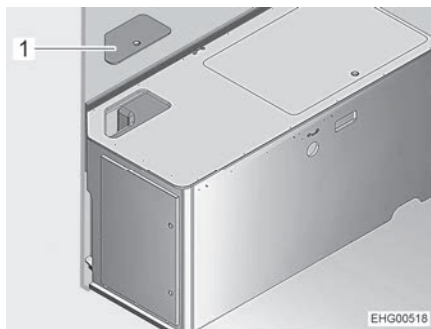

Fig. 126 Cassone letto a sinistra
- Rimuovere il coperchio di servizio (Fig. 126,1).